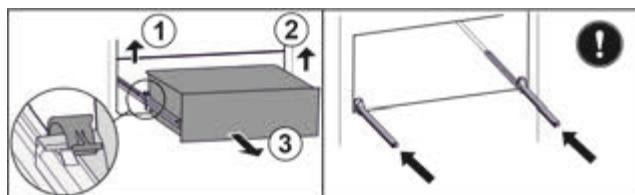

Fig. 66
- Підняти лівий затискач і одночасно висувний ящик ліворуч потягнути вперед. Fig. 66 (1)
- Підняти правий затискач і одночасно висувний ящик праворуч потягнути вперед. Fig. 66 (2)
- Вийняти висувний ящик рухом вперед. Fig. 66 (3)